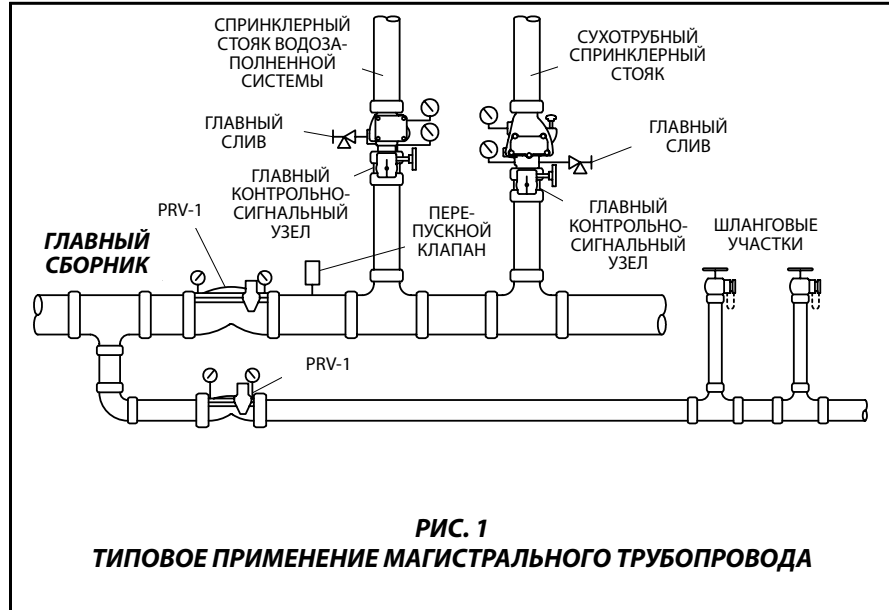

РИС. 1
- В магистральном трубопроводе (см. рис. 1), снабжающем водозаполненные трубы, "сухие" трубы, стояки дренажных систем и систем предварительного действия, и водонапорной системе, подающей воду в шланговые соединения.